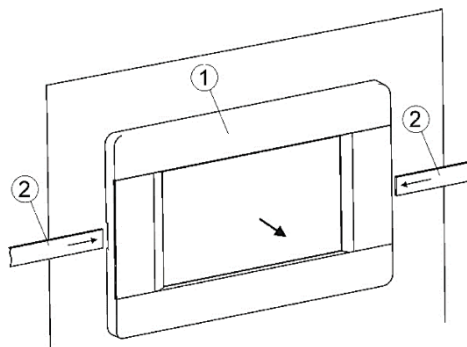

Figura 9. Smontaggio del pannello di controllo
Per sostituire il pannello di controllo (1), è necessario rimuoverlo dall'alloggiamento presente sullo sportello della caldaia. Inserire oggetti piatti idonei (2) nelle fessure indicate in figura 9. Questo farà scattare i fermi del pannello, consentendone l'estrazione.